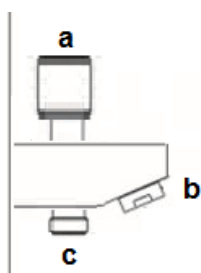

Рис.5
7. Вкрутите шланг ручного душа /6/ к выходу воды на нижней части душевой панели (/с/ на рис. 5). К другому концу шланга /6/ прикрутите ручной душ /4/, установите его в крепление для ручного душа /5/.
3. С помощью переключателя режимов работы можете установить режимы работы «Ручной душ / Набор воды», «Верхний душ», «Форсунки». В режиме «Ручной душ / Набор воды» и включенном смесителе при поднятом переключателе /а/ (рис.5) вода будет литься из ручного душа, при опущенном переключателе /а/ вода будет литься из носика смесителя /б//